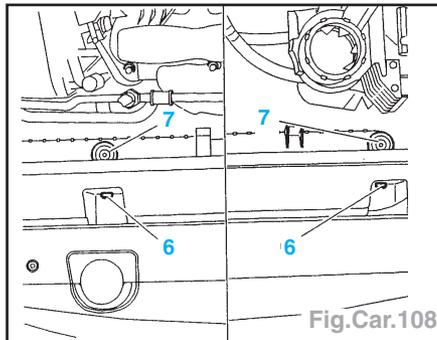

Fig.Car.108
- les vis (3),
- les boulons (4).
- Déconnecter le connecteur (5).
- Déposer (Fig.Car.108) :